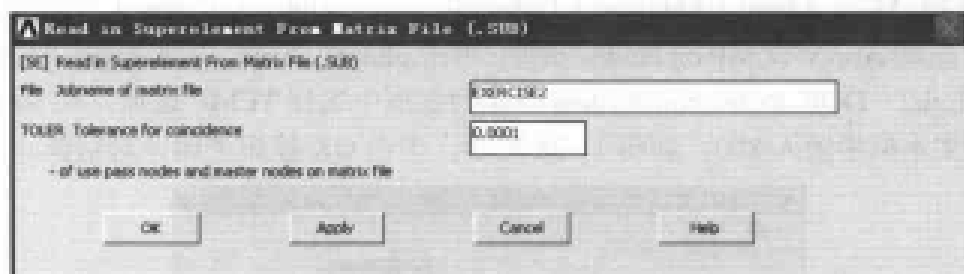

图 11-26 将矩阵文件读入到超单元对话框
(3) 单击 Element Type 对话框上的 Close 按钮, 关闭该对话框。
(4) 选择 Main Menu | Preprocessor | Create | Elements | Elem Attributes 命令, 出现 Elements Attributes 对话框, 在 [TYPE] Element type number 下拉列表框中选择 2 MATRIX50 选项, 其余选项均采用默认设置, 单击 OK 按钮关闭该对话框。
(5) 选择 Main Menu | Preprocessor | Create | Elements | Superelements | From .SUB File 命令, 出现 Read in Superelement From Matrix File (.SUB) 对话框, 在 File Jobname of matrix file 文本框中输入 EXERCISE2, 如图 11-26 所示, 单击 OK 按钮关闭该对话框。